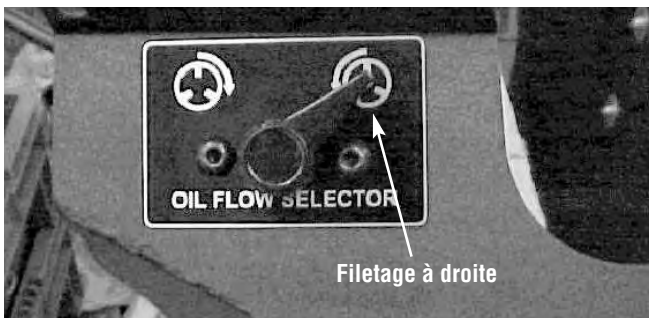

Figure 24 – Sélecteur de sens d'écoulement (à droite ou à gauche)
2. **Sur les machines 535 à mandrin automatique :** Installez le kit d'inversion d'écoulement automatique pour 535 (réf. 12138) selon les instructions fournies afin d'assurer l'écoulement d'huile lorsque la machine tourne en marche arrière (REV). Ce kit comprend un sélecteur de sens d'écoulement à droite ou à gauche (Figure 24).